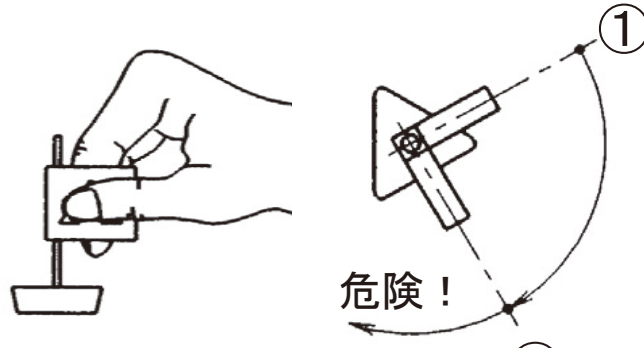

図 2
- ② 図2のように、付属のレンチ旗部を持ち、表1の付属レンチ対応締め付けトルクにて、本締めをおこなって下さい。